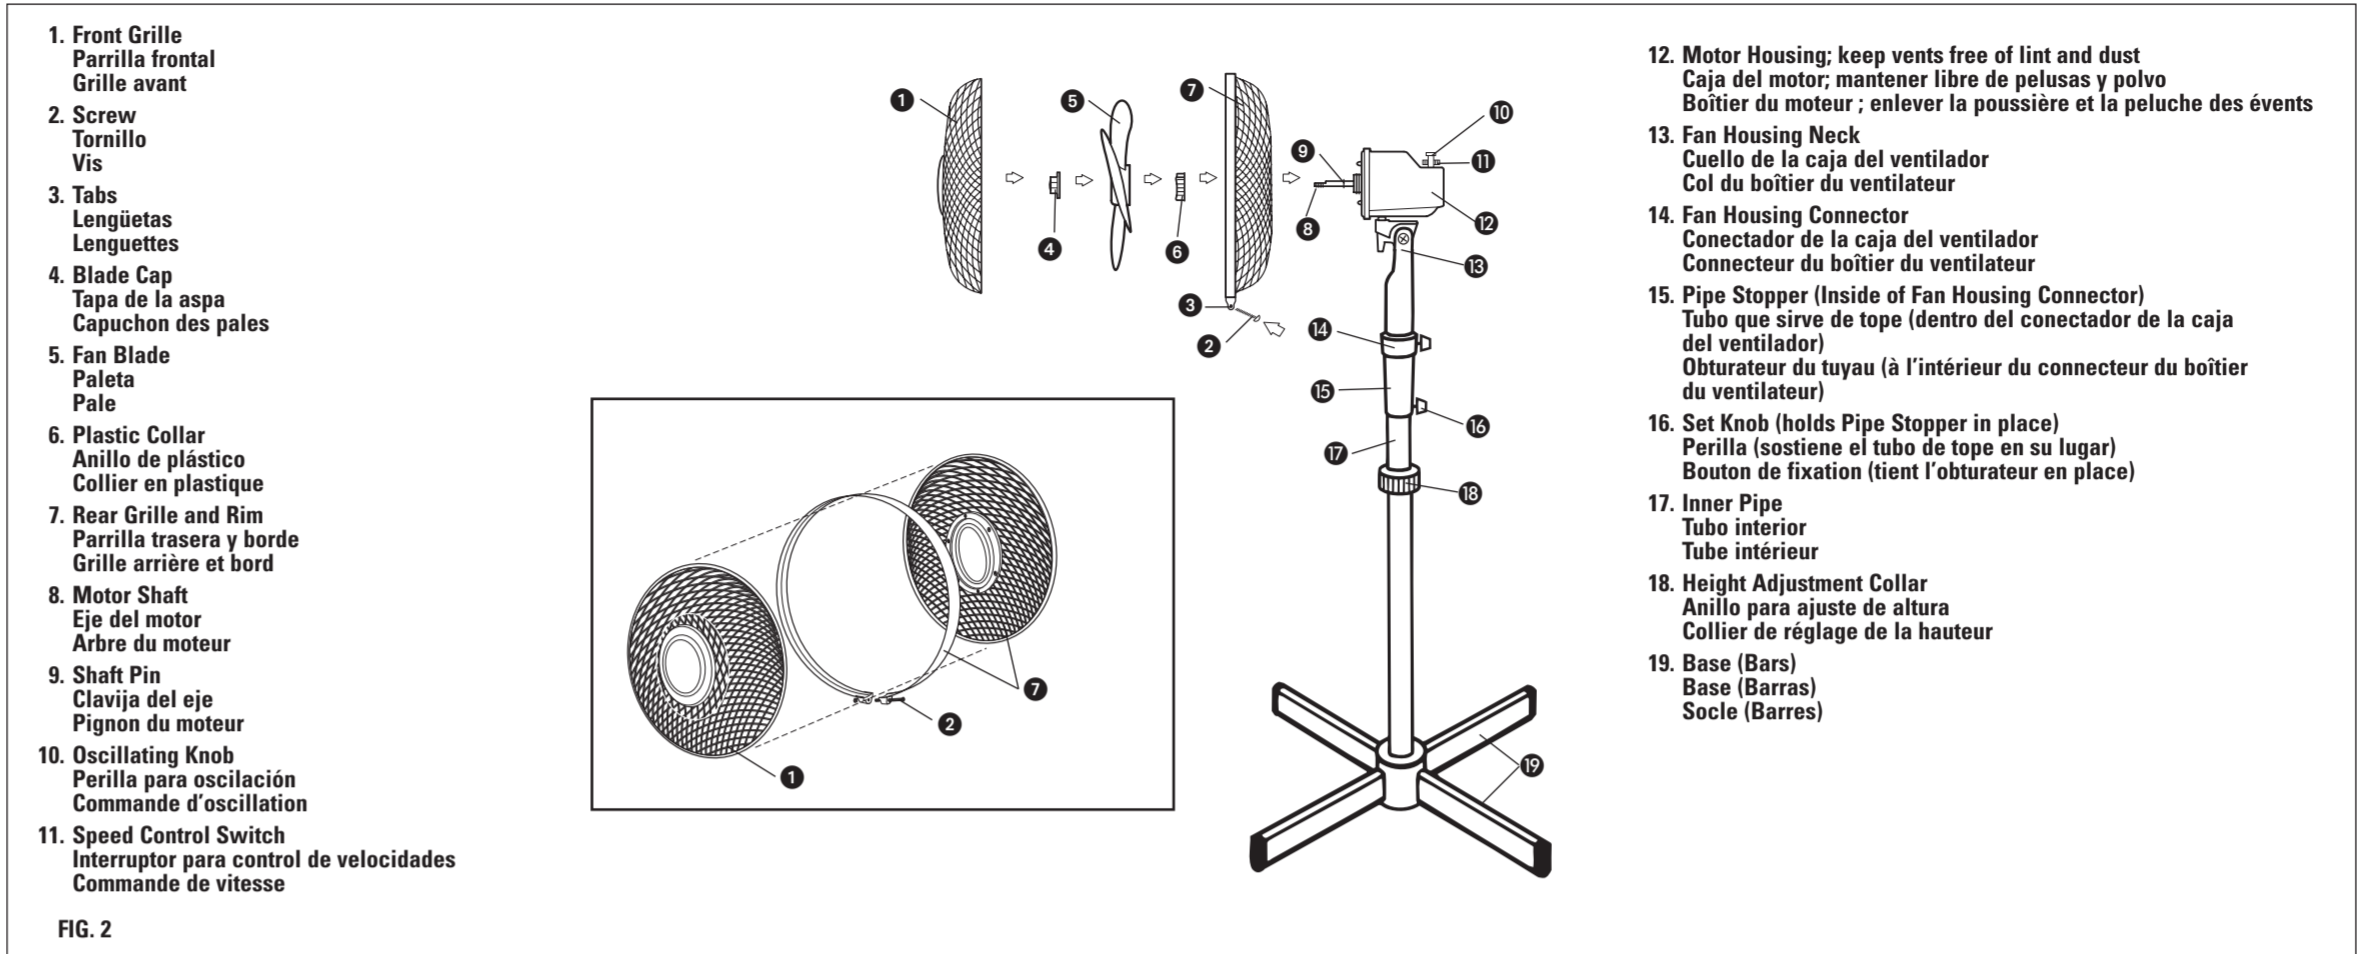

FIG. 2
CAUTION: Never remove the set knob, which holds the pipe stopper in place (See Fig. 2).
6. Insert the blade onto the motor shaft, matching the slot on the back of the blade with the shaft pin (Fig. 2). Secure blade with blade cap, turning counterclockwise to tighten.
TO CLEAN: Before cleaning, turn fan off and unplug from electrical outlet. Wipe off excess dust with a lint-free cloth. To ensure adequate air circulation to the motor, keep vents located at the rear of the motor housing free from dust accumulation. A vacuum cleaner hose can be used to clean these vents. Do not submerge your fan in water or any other liquid. Disassemble grilles and blade (Fig. 2). Grilles and blade may be cleaned with mild soap and water. Use a soft, slightly damp cloth to wipe the remaining fan parts. Do not allow water or any other liquid to get into the motor housing or base. Reassemble fan after grilles and blade have dried completely. Do not plug fan into electrical outlet until it has been fully reassembled.
2. **PRECAUCION:** Nunca retire la perilla para fijar, la cual sostiene en su lugar el tubo que sirve de tope (ver Fig. 2).
6. Coloque la aspa en el eje de la caja del motor, concordando la ranura de la parte de atrás de la aspa con la clavija del eje (Fig. 2). Asegure la aspa con la tapa, dándole vuelta hacia la izquierda para ajustarla.
PARA LIMPIAR: Antes de limpiarlo, apague el ventilador y desenchúfelo. Sacuda el exceso de polvo con un paño libre de pelusas. Para asegurar una adecuada circulación de aire al motor, mantenga los orificios ubicados en la parte de atrás del motor libre de acumulación de polvo. Una aspiradora puede ser usada para limpiar estos orificios. No sumerja el ventilador en agua o cualquier otro líquido. Desensamble las parrillas y la paleta (Fig. 2). Las parrillas y la paleta pueden ser limpiadas con agua y jabón. Use un paño suave ligeramente humedecido para limpiar el resto de las partes del ventilador. No deje que agua o ningún otro líquido entre en el motor o la base. Ensamble nuevamente el ventilador después de que las parrillas y la paleta estén completamente secas. No lo enchufe hasta que se encuentre completamente ensamblado.
2. **ATTENTION :** Ne jamais enlever le bouton de fixation qui maintient l'obturateur en place (voir Fig. 2)
6. Placer l'ensemble pales sur l'arbre du moteur, alignant la rainure au dos de l'ensemble pales avec le pignon de l'arbre (Fig. 2). Attacher les pales avec le capuchon des pales et serrer en tournant dans le sens contraire des aiguilles d'une montre.
POUR NETTOYER : Avant de nettoyer, arrêter le ventilateur et débrancher de la prise. Essuyer l'excès de poussière avec un chiffon anti-peluche. Pour que la circulation d'air au moteur soit suffisante, ne pas laisser s'accumuler la poussière sur les événements situés à l'arrière du boîtier du moteur. On peut utiliser un aspirateur pour nettoyer ces événements. Ne pas tremper dans l'eau ni dans d'autres liquides. Démontez les grilles et l'ensemble pales (Fig. 2). On peut nettoyer les grilles et les pales à l'eau et au savon doux. Utiliser un chiffon doux légèrement humide pour essuyer le reste du ventilateur. Ne pas laisser couler de l'eau ou tout autre liquide dans le boîtier du moteur ou dans le socle. Remonter le ventilateur quand les pales et les grilles sont entièrement sèches. Ne pas brancher le ventilateur dans la prise avant qu'il soit complètement remonté.